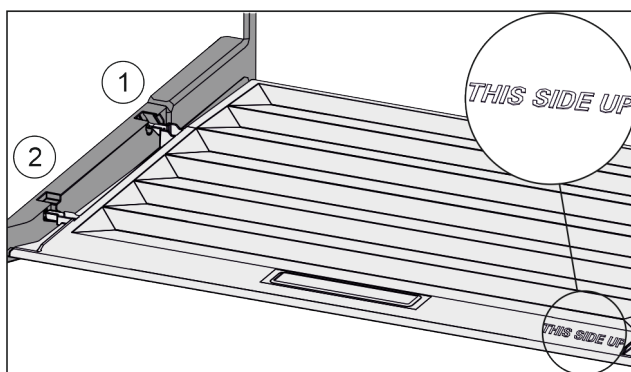

Fig. 127
- ▶ Вставить поперечные ребра крышки через отверстие заднего держателя Fig. 127 (1) и защелкнуть спереди в держателе Fig. 127 (2).